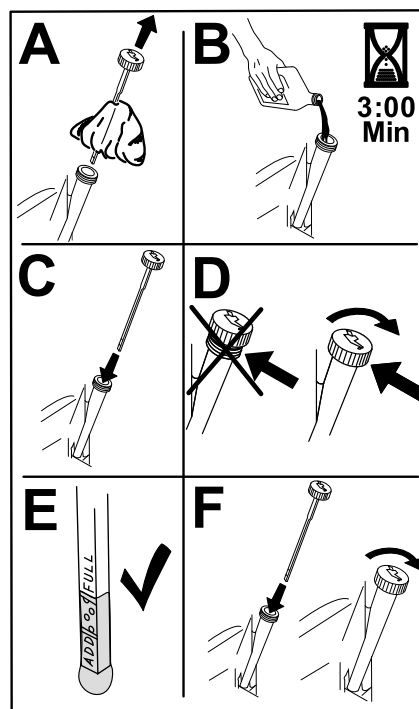

Figure 47
5. Versez lentement environ 80 % de l'huile spécifiée dans le tube de remplissage, puis faites l'appoint lentement jusqu'à ce que le niveau atteigne le repère maximum (Full) (Figure 47).